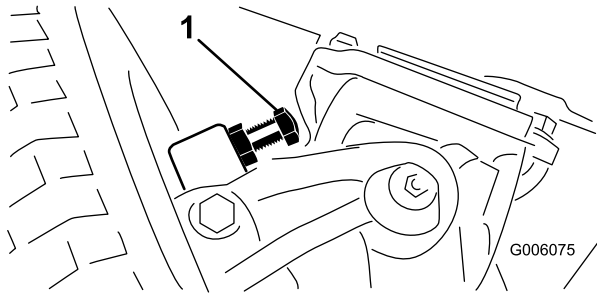

Figure 60
1. Vissez ou dévissez les boulons jusqu'à ce que l'écart correct soit obtenu (Figure 60).